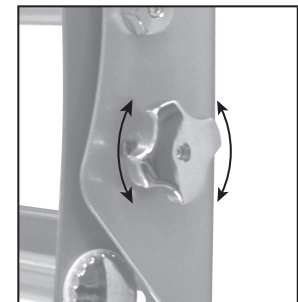

Fig. 7
4. Para ajustar la posición de inclinación, haga que una persona sujete la pantalla en posición mientras otra persona afloja las dos perillas de ajuste de inclinación ubicadas a ambos lados de la placa de pared (Fig. 7). Una vez aflojadas las perillas, mueva la pantalla al ángulo deseado. Vuelva a apretar las perillas antes de soltar la pantalla.